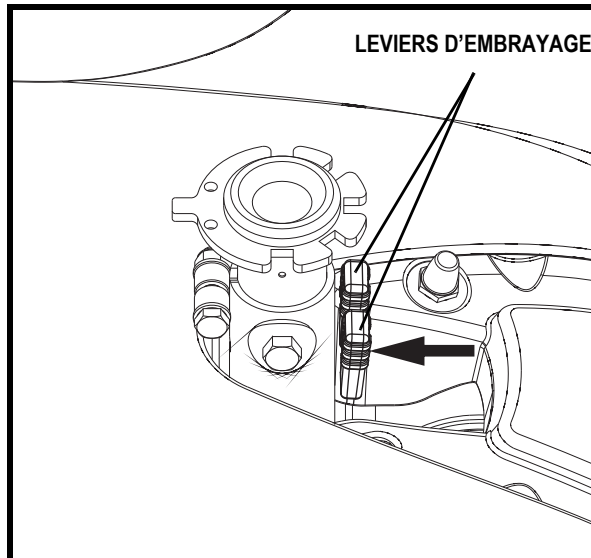

Figure 9. Mode « roues libres » (débrayé)
3. Tirez les deux leviers vers l'arrière en direction du mât du siège pour placer les moteurs au point mort (débrayé). **Voir la figure 9.**